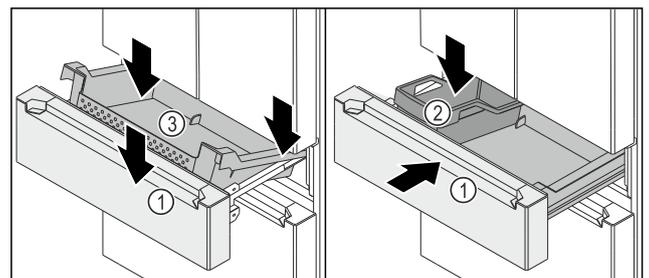

Fig. 147
- ☐ Le chariot à glissière Fig. 147 (1) est sorti.
- ▶ Positionner le bac Fig. 147 (3) sur l'arrière des rails, à gauche et à droite.
- ▶ Abaisser l'avant du bac Fig. 147 (3) de manière à ce que le bac Fig. 147 (3) entoure les rails à gauche et à droite.
- ▶ Installer la FlexBox Fig. 147 (2).
- ▶ Pousser le chariot à glissière Fig. 147 (1).